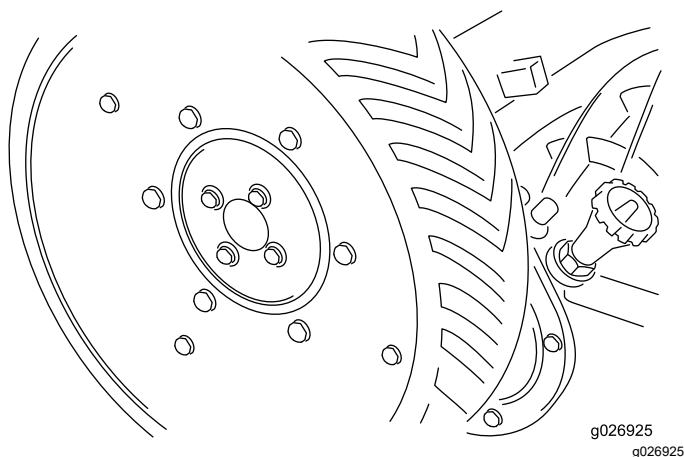

Bild 3
2. Montieren Sie die Antriebsräder mit Kopfschrauben und Sicherungsscheiben (Bild 3).